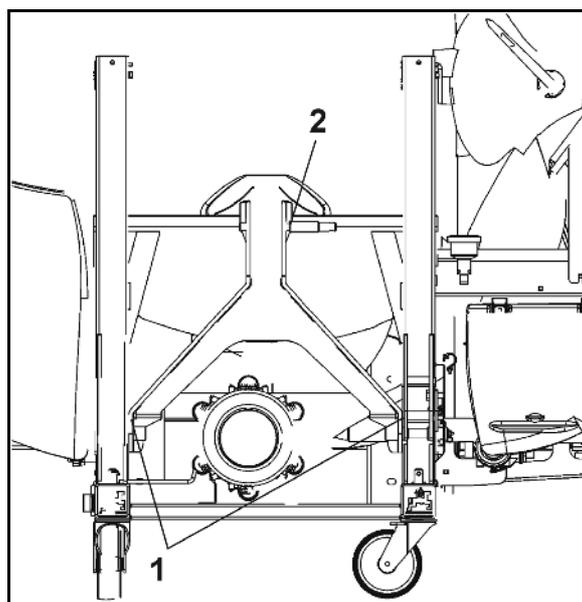

Fig. 36
- el perno del brazo de extensión inferior (Fig. 36/1)
- el perno del brazo de extensión superior (Fig. 36/2)